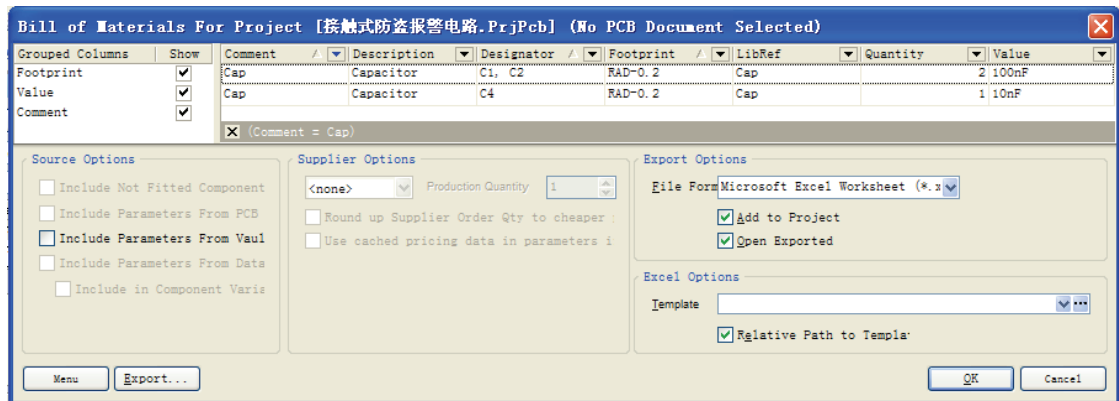

图 3-42 指定显示电容属性的报表管理器
- 显示窗口顶部的信息名称同时也是一个排序按钮。单击显示窗口顶部的信息名称旁的按钮，弹出一个下拉菜单，其中列出了原理图所使用元件的信息。单击其中任意一条，显示窗口将显示与该信息具有相同属性的所有元件，如图 3-42 所示。还原显示窗口，单击显示窗口左下方的按钮。